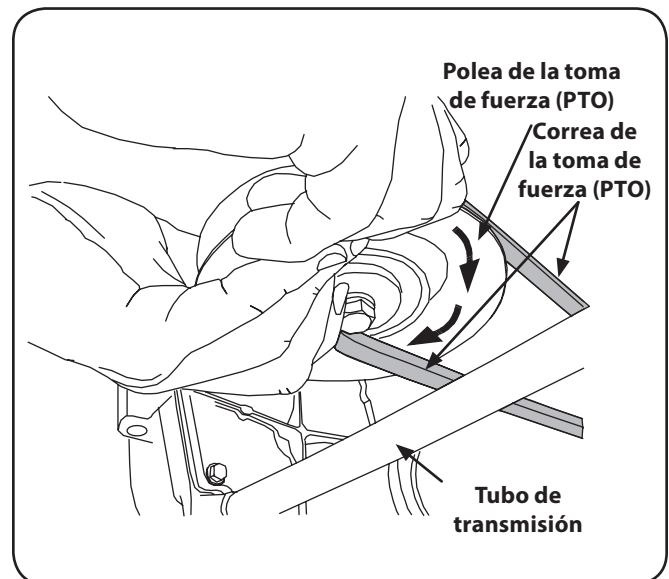

Figura 7-5
4. Mientras sostiene la correa hacia abajo, siga girando la polea PTO hasta que la correa se deslice fuera de la polea. Vea la Figura 7-5.
Tire del lado derecho de la correa hacia atrás y coloque el lado V angosto de la correa en la polea de la PTO. Consulte la Figura 7-5.
11. Mientras sostiene la correa y la polea juntas, rote la polea hacia la izquierda (Vea la Figura 7-5). Siga sosteniendo y rotando la polea y la correa hasta que la correa se enrolle totalmente en la polea de la PTO.